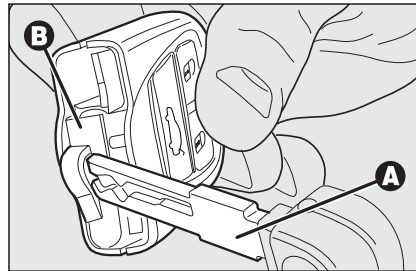

fig. 10
- maak het geklemd gemonteerde rode vakje **B-fig. 10** met behulp van de metalen baard **A** van de elektronische sleutel op het aangegeven punt open;